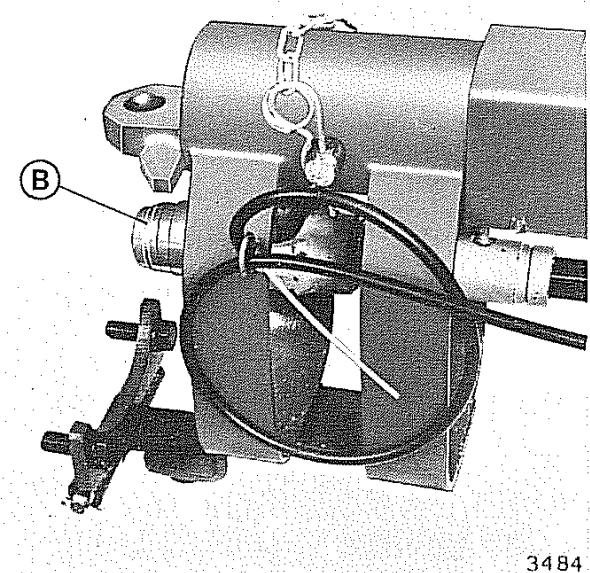

Fig. 2 - Applicazione rimorchio
Per poter innestare la trazione del rimorchio è indispensabile inserire il giunto cardanico B (fig. 2) nella presa di forza SINCRONIZZATA del motocoltivatore.
**N.B. -** Per permettere un esatto rapporto tra ruote della macchina e ruote del rimorchio motrice occorre che esse abbiano la stessa altezza. Questo perchè il differenziale del rimorchio è già predisposto per dare un lieve ritardo. Si rende noto che il rapporto fra giri delle ruote e giri della presa di forza anteriore del rimorchio in cui è inserito il giunto **B** (fig. 2) è di: 1 : 15,384.